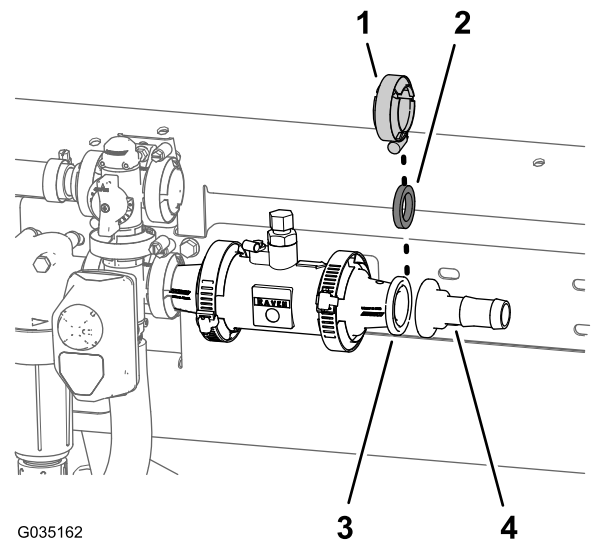

Figure 56
2. Alignez le joint (1-5/16") que vous avez retiré à l'opération et le raccord cannelé au bout de l'adaptateur réducteur (Figure 56).
3. Fixez le raccord de flexible et le joint à l'adaptateur réducteur (Figure 56) avec un collier bride (51 mm).